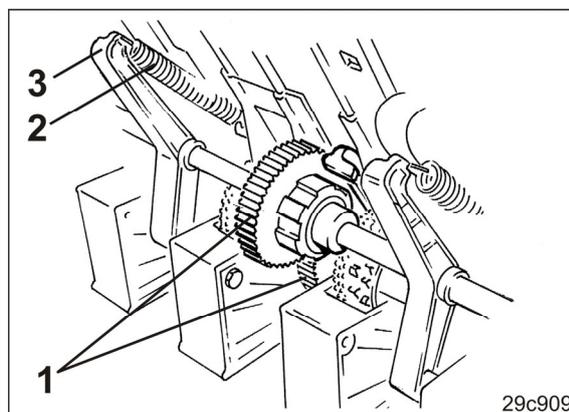

Fig. 223
8. Die Zähne (Fig. 223/1) der Vorgelegewellenkupplung und des Säwellenstirnrads in Eingriff bringen.
9. Zugfedern (Fig. 223/2) an den Schwenklagern (Fig. 223/3) einhängen.